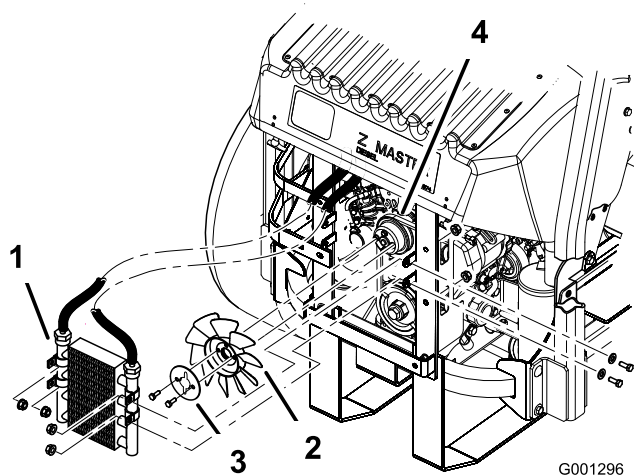

Figure 71
5. Enlevez les 4 boulons de fixation du refroidisseur d'huile et placez ce dernier sur le côté (Figure 71).
6. Enlevez les 2 boulons qui fixent le ventilateur et la plaque du ventilateur à la machine (Figure 71).
10. Montez le ventilateur et sa plaque sur la machine au moyen des 2 boulons retirés précédemment (Figure 71).
11. Remontez le refroidisseur d'huile au moyen des 4 boulons retirés précédemment (Figure 71).